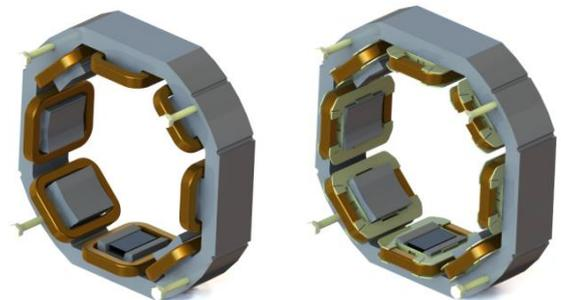

Figura 13.3: Estator de la excitatriz GTA / AG10
3. Remover los 4 tornillos de fijación del estator de la excitatriz conforme la Figura 13.3.